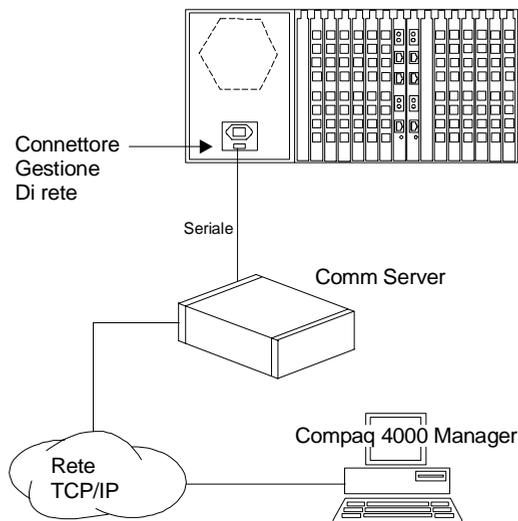

Figura 2-15. Connessione a un comm server remoto
1. Collegare il connettore DB9 di un cavo diretto seriale al connettore di gestione di rete sul retro dell'alimentatore dello chassis. Si veda Figura 2-15.
2. Collegare l'altro capo del cavo seriale (DB25 oppure RJ45, a seconda della configurazione del comm server) alla porta seriale del proprio comm server. Vedere Figura 2-15.